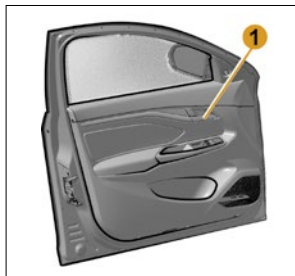

Рис. 5. Передняя левая дверь
**Передние двери.** Потяните ручку двери 1 (рис. 5, 6).